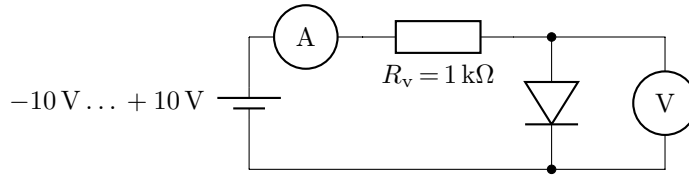

Abbildung 4: Schaltung zur Aufnahme der  $I(U)$ -Kennlinie einer Diode ( $R_v = 1\text{ k}\Omega$  beachten!).
1. Bauen Sie eine Schaltung zur Aufnahme der Kennlinie einer Halbleiterdiode nach Abb. 4 auf. Bestimmen Sie die  $I(U)$ -Kennlinie einer Si-Diode und einer Ge-Diode. Variieren Sie dabei die Eingangsspannung in einem Bereich von  $-10\text{ V}$  bis  $+10\text{ V}$ . Messen Sie den Strom, der durch die Diode fließt, sowie die an ihr abfallende Spannung. Stellen Sie die Kennlinien graphisch dar und zeichnen Sie charakteristische Größen ein.